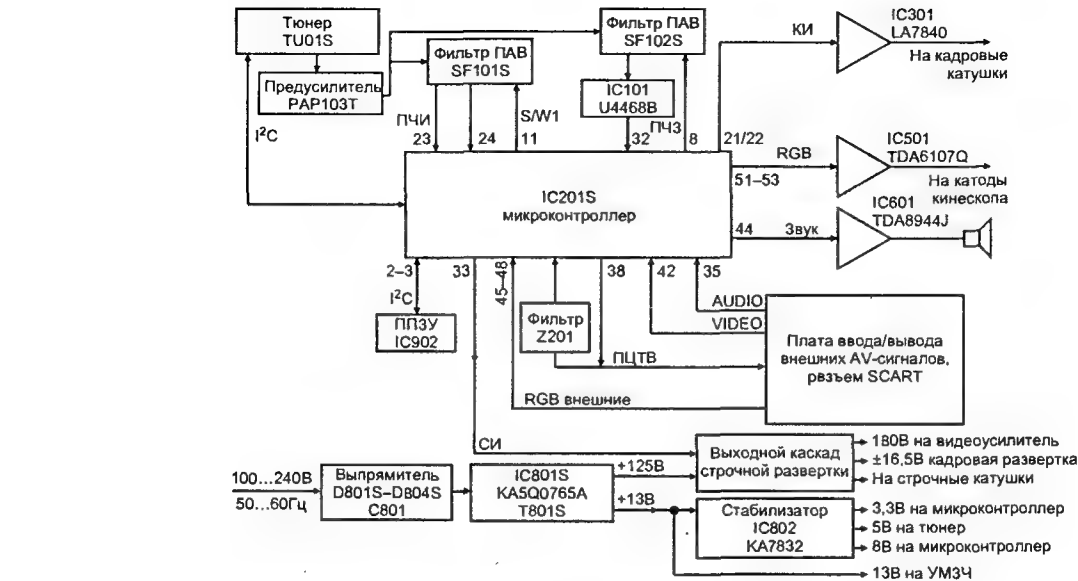
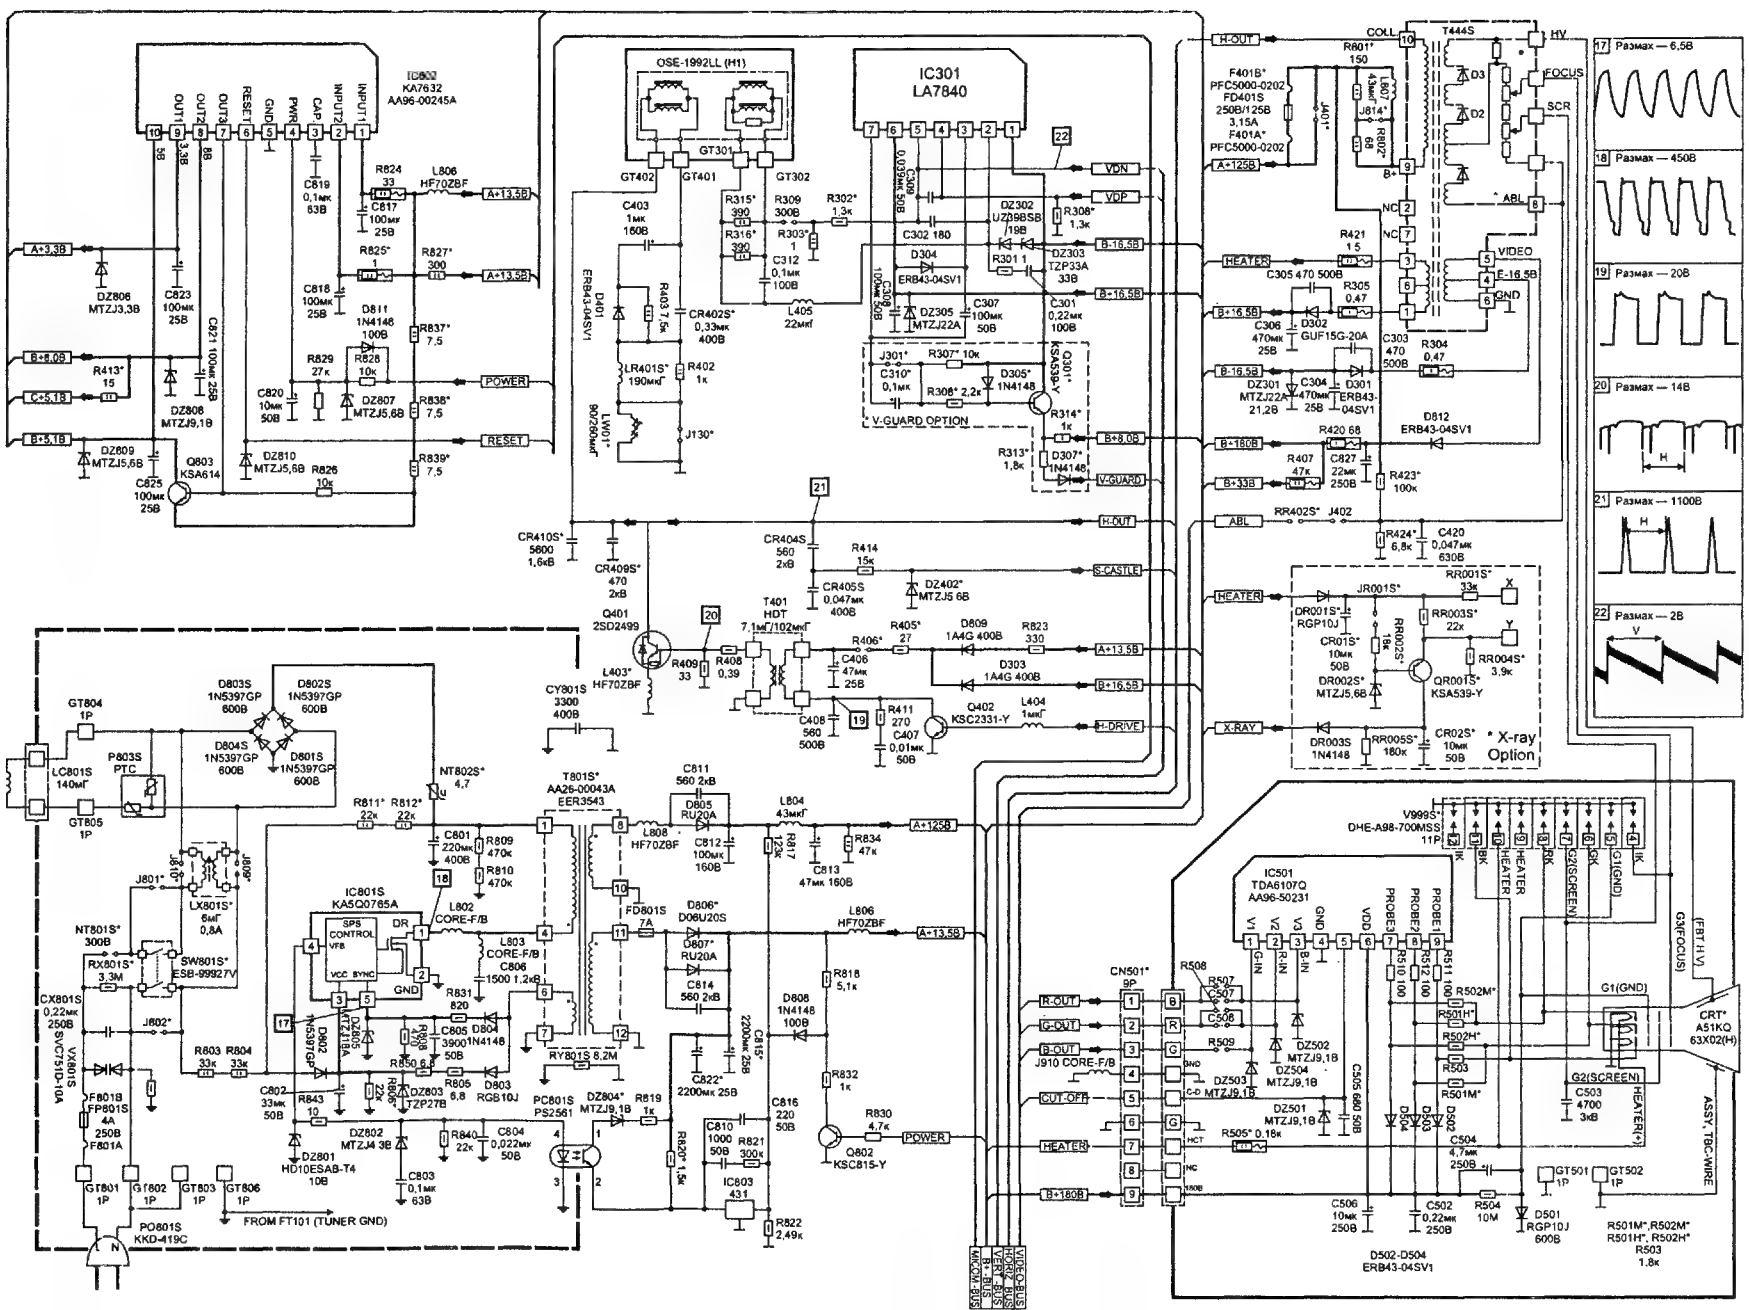
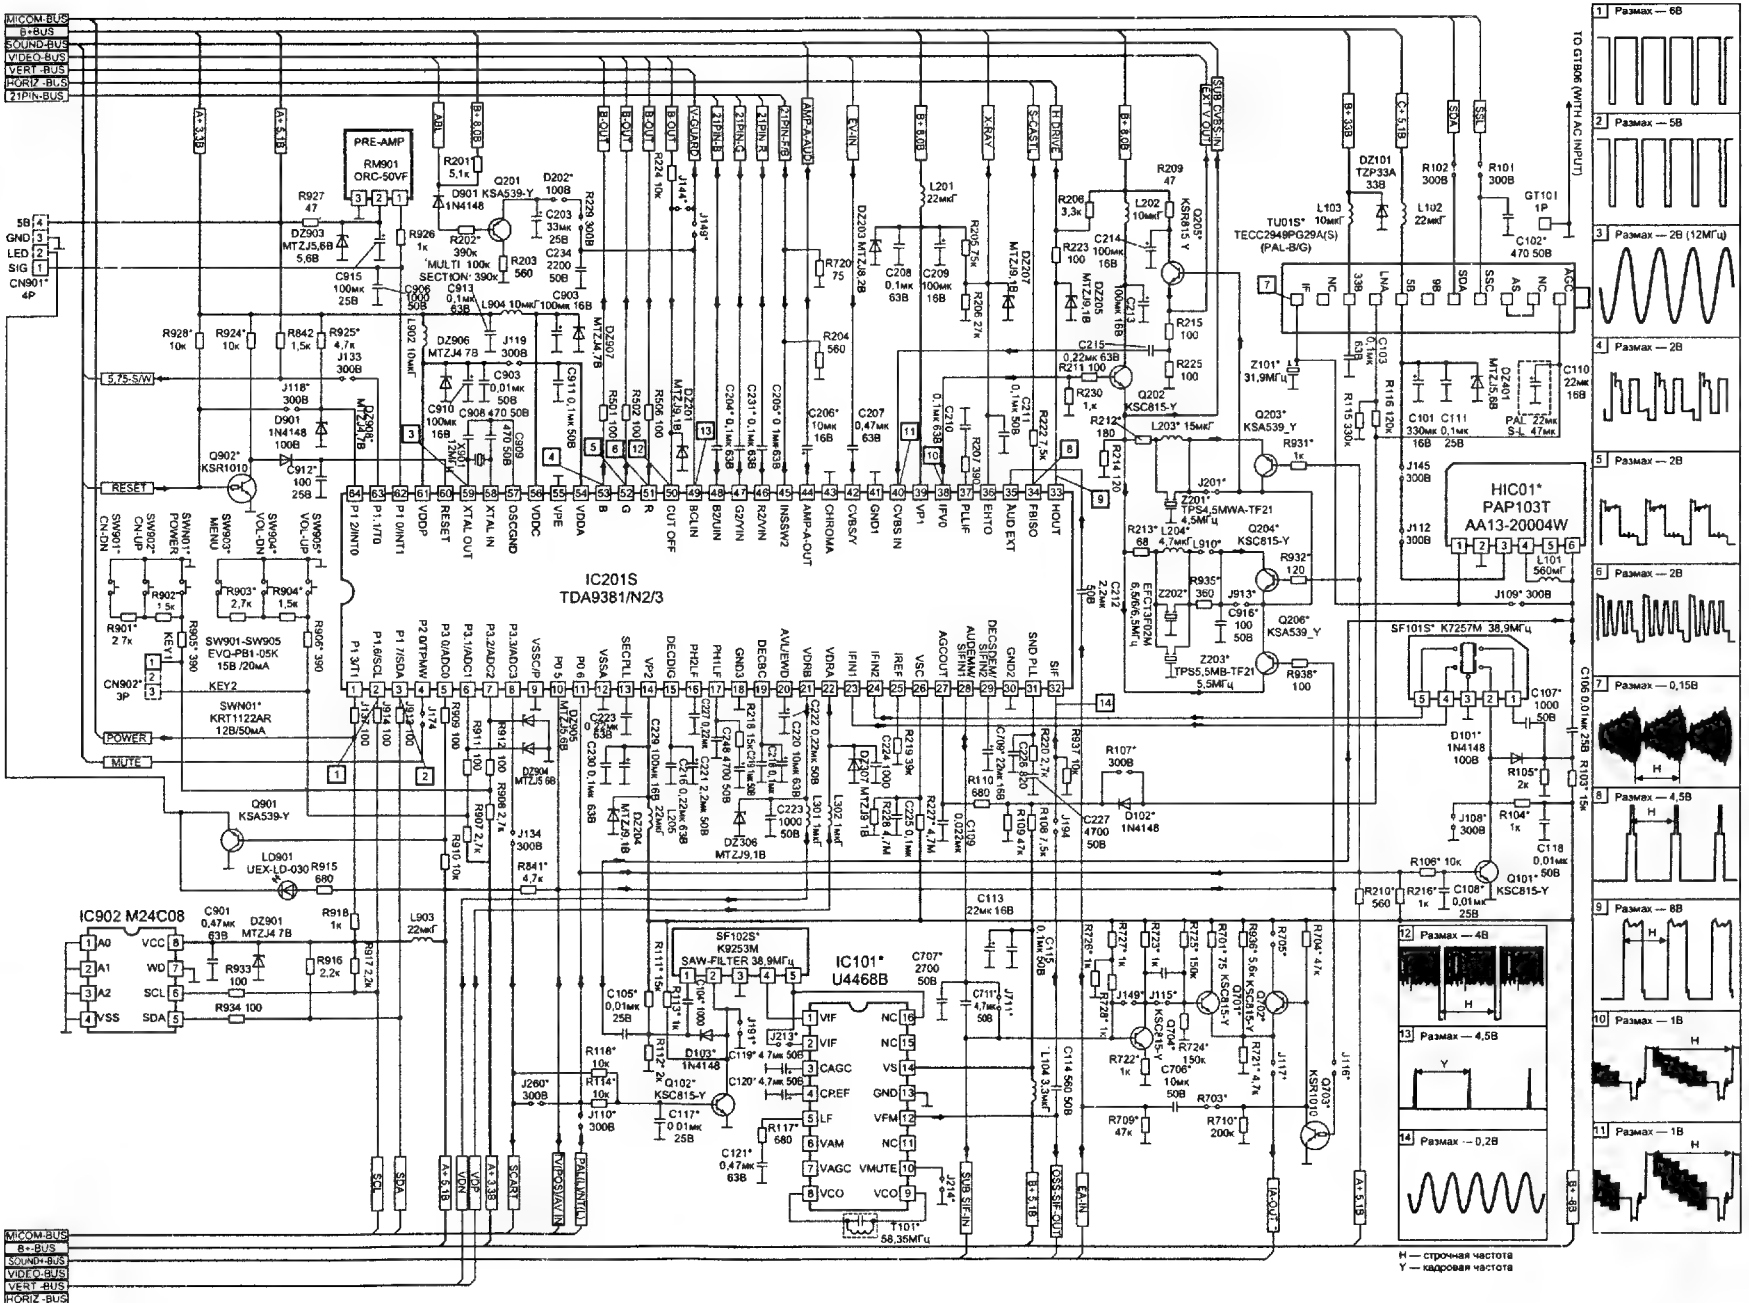

Рис. 6.1. Структурная схема шасси KS1A(P), Rev.1
Рис. 6.2. Принципиальная электрическая схема шасси KS1A(P), Rev.1. Источник питания, развертки, видеосигнал
Рис. 6.3. Микроконтроллер и сигнальный процессор, тюнер, фотоприемник
Структурная схема шасси приведена на рис. 6.1, а принципиальная схема — на рис. 6.2—6.5. Все основные функции по обработке телевизионного сигнала, управлению телевизором, генерации синхросигналов разверток выполняет микроконтроллер с функциями телевизионного процессора TDA9381 фирмы PHILIPS. Эта микросхема выполнена по современной технологии UOC (Ultimate One Chip). Конструктивно шасси KS1A(P) состоит из основной платы, платы кинескопа и платы НЧ входа-выхода. Часть моделей комплектуется модулем звукового процессора, позволяющим принимать и обрабатывать стереофонический звуковой сигнал цифрового стандарта NICAM.
ИП (рис. 6.2) реализован на базе квазирезонансного преобразователя IC801S (KA5Q0765A) фирмы FAIRCHILD SEMICONDUCTOR. Особенностью этой микросхемы является интеграция в одном корпусе всех управляющих цепей и силового МОП-транзистора при минимуме внешних элементов. Микросхема обеспечивает все необходимые регулировки, контроль выходного напряжения блока питания, защиту от перегрузки, перенапряжения и перегрева, а также режим перезапуска. В микросхему встроен датчик темпе-
Из напряжения 13,5 В с помощью трехканального прецизионного стабилизатора IC802 типа KA7632 (рис. 6.2) формируются следующие напряжения: 3,3 В, 8 В, 5,1 В (С) и 5,1 В (В).
Генератор и схема синхронизации строчной развертки реализованы в микроконтроллере IC201S (рис. 6.3). Синхроимпульсы строчной развертки (H-DRIVE) с выв. 33 IC201S через буферный каскад на транзисторе Q402 (рис. 6.2) и согласующий трансформатор T401 поступают на выходной каскад, выполненный на транзисторе Q401. Нагрузкой выходного каскада являются первичная обмотка 9—10 строчного трансформатора T444S и строчные катушки отклоняющей системы типа OSE-1992LL. Кроме того, строчная развертка формирует питающие напряжения кинескопа — анодное, ускоряющее, фокусирующее подогревателя, а также напряжения, необходимые для работы других блоков телевизора:
Для контроля тока лучей кинескопа используется схема на транзисторе Q201 (рис. 6.3). На его базу поступает сигнал ABL, снимаемый с выв. 8 строчного трансформатора. Выходной сигнал с эмиттера транзистора о превышении тока лучей поступает на выв. 49 микроконтроллера IC201S, что приводит к снижению контрастности и яркости изображения.
Защита от рентгеновского излучения выполнена на транзисторе QR001S (рис. 6.2). Для контроля напряжения на аноде кинескопа используется напряжение подогревателя (HEATER). При его превышении вырабатывается сигнал X-RAY, который поступает на выв. 36 микроконтроллера и, тем самым, блокируется генератор строчной развертки.
Тюнер телевизора TU01S (рис. 6.3) управляется микроконтроллером по шине I²C. Сигнал ПЧ с вывода IF тюнера поступает на предварительный усилитель HIC01 и после фильтра SF101S — на симметричный вход 23, 24 микроконтроллера IC201S. При отсутствии предварительного усилителя устанавливается перемычка J109.
Усилитель IC501 типа TDA6107Q (рис. 6.2) обеспечивает усиление сигнала в полосе 5,5 МГц до амплитуды 60 В. Назначение выводов усилителя приведено в табл. 9.
С выхода предварительного усилителя NIC01 сигнал ПЧ через фильтр SF102S поступает на выв. 1, 2 демодулятора звука IC101 типа U4468B (рис. 6.3). Микросхема U4468B представляет собой мультистандартный процессор для предварительной обработки и декодирования звука, в том числе цифрового стандарта NICAM и сигналов с амплитудной модуляцией (AM).